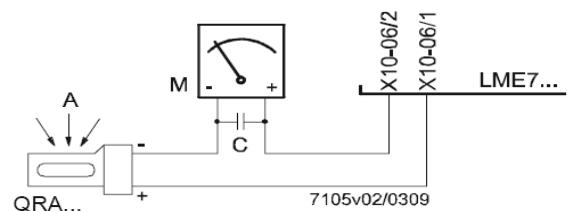

Fig. 4:
2. Pousser VD vers l'avant jusqu'en butée, fig. 4.